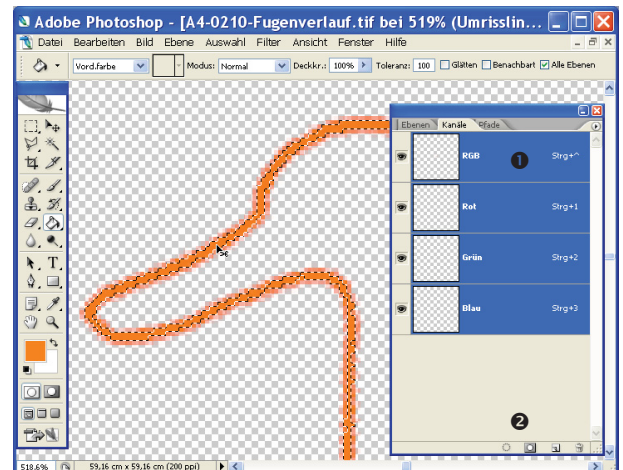

Abb. 11-77 Einfärben mit dem Füllwerkzeug
Die Elemente einer Ebene erscheinen bei Ausschalten aller anderen Ebenen auf transparentem Hintergrund (Abb. 11-77). Das bedeutet allerdings nicht, dass die transparenten Stellen von der Bearbeitung ausgeschlossen sind. Das Einfärben der transparenten Pixel muß durch Maskierung verhindert werden:
- SM: P KANÄLE: Mit der ausgewählten Ebene sind alle Farbkänäle ausgewählt (Abb. 11-77 ①) ► KANAL ALS AUSWAHL LADEN (Abb. 11-77 ②) ►► Alle auf der Ebene liegenden Objekte sind ausgewählt und von gestrichelten Konturen umgeben. ►► Die transparenten Pixel der Ebene sind geschützt, die Kartierungselemente können bearbeitet werden.
- Mit einem Mausklick in den ausgewählten Bereich klicken und die VG-FARBE zuweisen. Bei Graustufenbildern genügt ein Mausklick, um das gesamte Objekt einzufärben. Bei farbigen Objekten entspricht die neue Farbe erst nach zwei bis drei Mausklicks der gewählten VG-FARBE (Abb. 11-77).